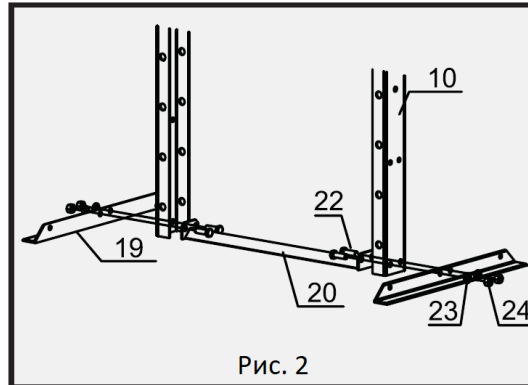

Рис. 2
3. Установите стойки рамы (10) в вертикальное положение. Вставьте каждую опору основания (19) под стойки рамы (10) и поместите опору нижней рамы (20) между ними. Выровняйте отверстия для болтов и вставьте болты (22) через стойки рамы, базовые секции и опору нижней рамы, затем закрепите их с помощью шайб (23) и гаек (24). Смотрите рисунок 2.